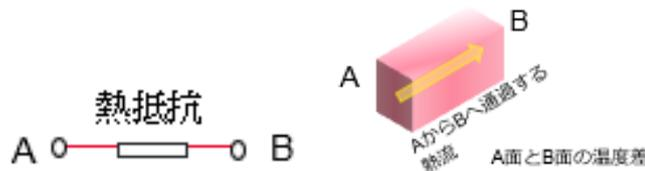

図 2. 熱抵抗モデル (左: シンボル図、右 3 次元での理想モデル)
回路同様に熱抵抗網で機能表現をする場合は図.2 の左図のように、定義される 2 点 (AB) の間に白い箱（ないしは、電子回路と区別できる場合は Z 型の抵抗表現）で表記する。Fig. 2 の右図は左図と同一の熱抵抗表現を 3 次元形状で模試した図である。